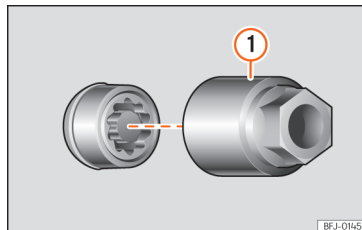

Abb. 193 Diebstahlhemmende Radschraube mit Abdeckkappe und Adapter
- Setzen Sie den Spezialadapter »» (Abb. 193) ① (Bordwerkzeug »» S. 263) bis zum Anschlag in die diebstahlhemmende Radschraube ein.